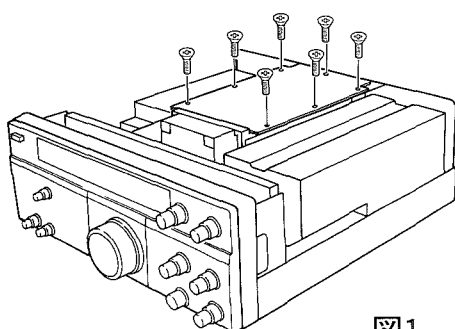

図1
2. フィルターユニットのシールドカバーを外します。(図1)